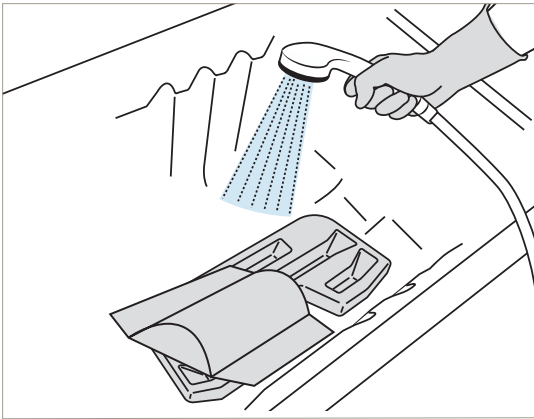

Figure 65
25. Utiliser la douchette pour rincer tous les éléments. Rincer abondamment toutes les pièces avec de l'eau à une température d'environ 25 °C (77 °F) à l'aide de la douchette afin d'éliminer le désinfectant. Voir la section Figure 65.